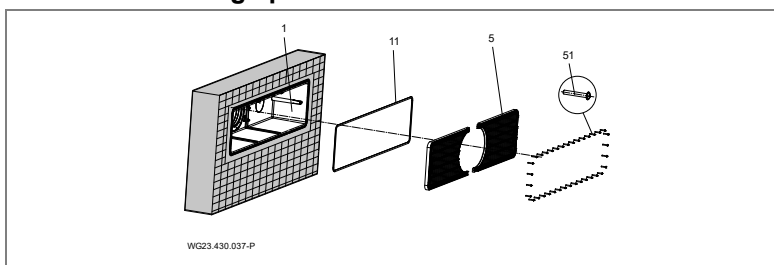

Fig. 8
Pour l'étanchement par rapport au mur en béton, il est recommandé de créer un anneau en résine époxy / sable silicieux sur tout le pourtour de la paroi extérieure côté bassin du boîtier (1). Voir "Fig. 8", page 24
1. Profondeur de montage : le centre du boîtier de montage (1) doit être monté 35 cm au-dessous de la surface de l'eau.
3. Coincer les lattes de soutien (17) entre les deux chevauchements de la face intérieure du boîtier.
4. Enfoncer à la main le joint en caoutchouc cellulaire (11) sans traction le long de la rainure sur le boîtier (1). Fixer au sol avec une goutte de colle à prise rapide.
5. Insérer le joint torique d'étanchéité (16) dans la rainure du boîtier.
6. Orienter le boîtier de montage (1) en respectant le marquage « OBEN / UP / HAUT » puis le fixer avec les vis autotaraudeuses (51) au coffrage.